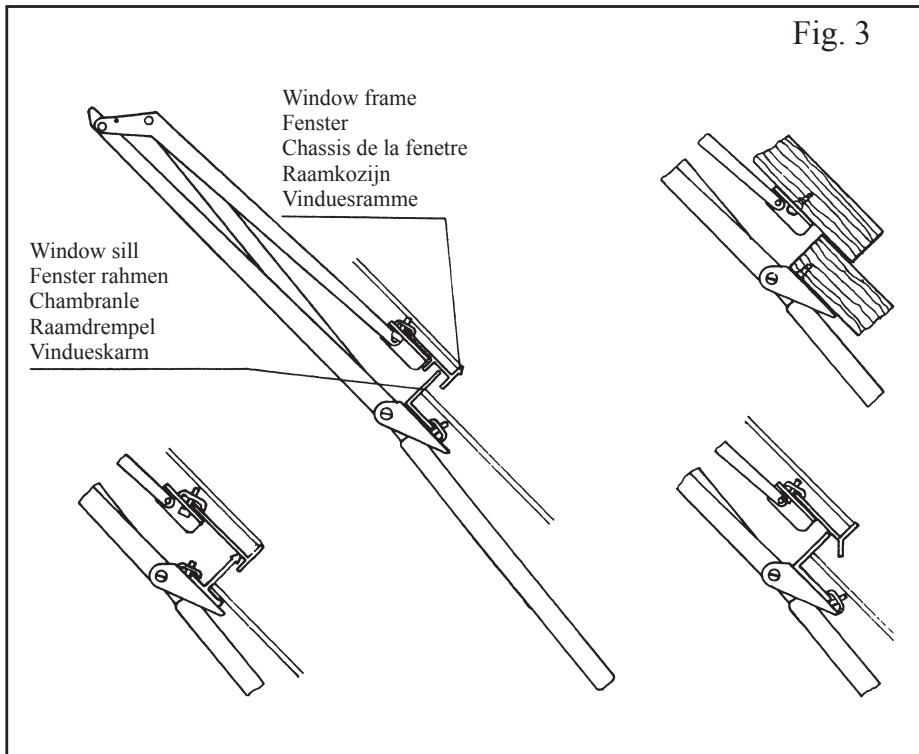

Fig. 3
Het monteren doet u met de bijgeleverde klemmen (11) — zie Fig. 3. Monteer met de bijgeleverde schroeven losjes een klem op de raamhaak (10) van de raamopener. Kies de meest geschikte gaten op de kozijnhaak van de raamopener en monteer de tweede klem